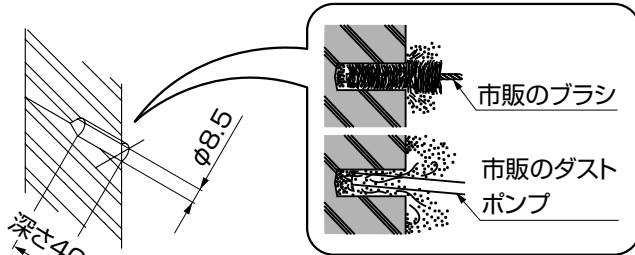

図4-3
- ①φ8.5のコンクリートドリルで壁に穴をあけてください。(図4-3参照)
- ②市販のブラシとダストポンプで掃除を繰り返し、穴の中の切粉を取除いてください。(図4-3参照)